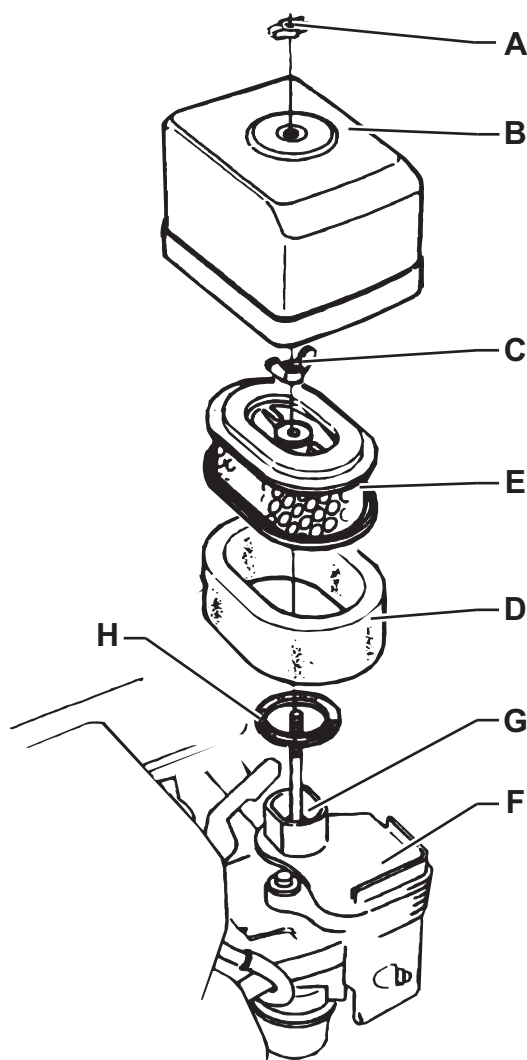

Рис. 21
2. Поверните ключ зажигания (61) в положение «0».
3. Откройте капот машины (18), потянув за ручку (41), и надежным образом закрепите его с помощью опорного стержня (53).
4. Поднимите и разберите на части перегородку правой стороны (45).
5. Отвинтите гайку с ушком (А, Рис. 21) и снимите крышку (В).
7. Отделите поролоновый фильтр (D) от бумажного фильтра (E).
8. Проверьте состояние обоих фильтров и при необходимости замените их. Если подошло время замены, замените бумажный фильтр (E) (см. Таблицу планового обслуживания).
- Бумажный фильтр (E): Постучите несколько раз фильтром по твердой поверхности, чтобы удалить пыль или продуйте его сжатым воздухом (параметры воздуха не должны превышать 207 кПа (2,1 кгс/см)) изнутри фильтра. Не используйте щетки, чтобы не повредить волокна.
- Поролоновый фильтр (D): Помойте водой и мылом, промойте или промойте в невоспламеняемом растворе. Подождите пока он полностью не высохнет. Пропитайте фильтр чистым моторным маслом, а затем выжмите, чтобы удалить излишки масла.
10. Очистите влажной тканью основу (F) и крышку (B) воздушного фильтра. Следите, чтобы грязь не попадала в воздушный канал (G) карбюратора.
11. Установите поролоновый фильтр (D) на бумажный фильтр (E), а затем полностью соберите блок фильтра. Убедитесь, что прокладка (C) правильно установлена под фильтрующим блоком. Закрутите гайку с ушком (C) фильтрующего блока.
12. Установите крышку (B) и закрутите гайку с ушком (A).